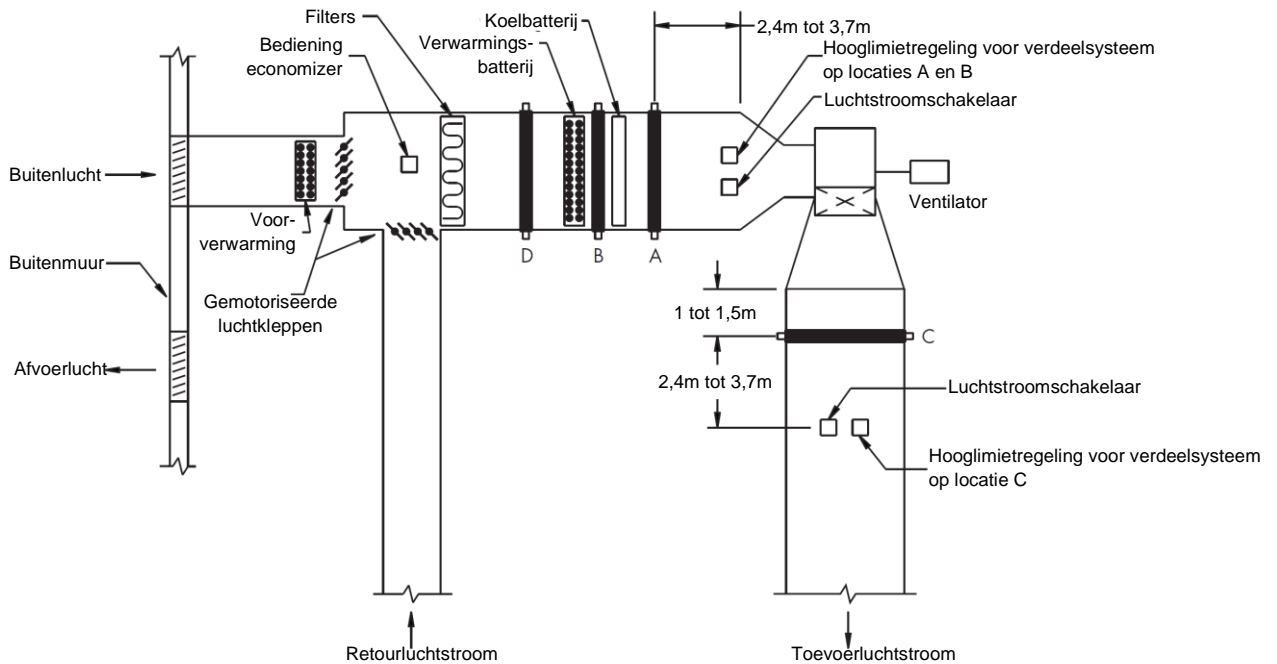

Fig. 4 - Plaatsing van het dispersiegeheel in een luchtbehandelingssysteem
2.3.2. Montage in luchtkanaal (Fig. 4)
Om oversaturatie te voorkomen, gebruik een hoge limiet (in het kanaal gemonteerde) hygrostaat (Fig. 4). Monteer dit 3 tot 4,5 m stroomafwaarts van het Ultrasorb paneel en stel het in op 80 tot 90% RH.